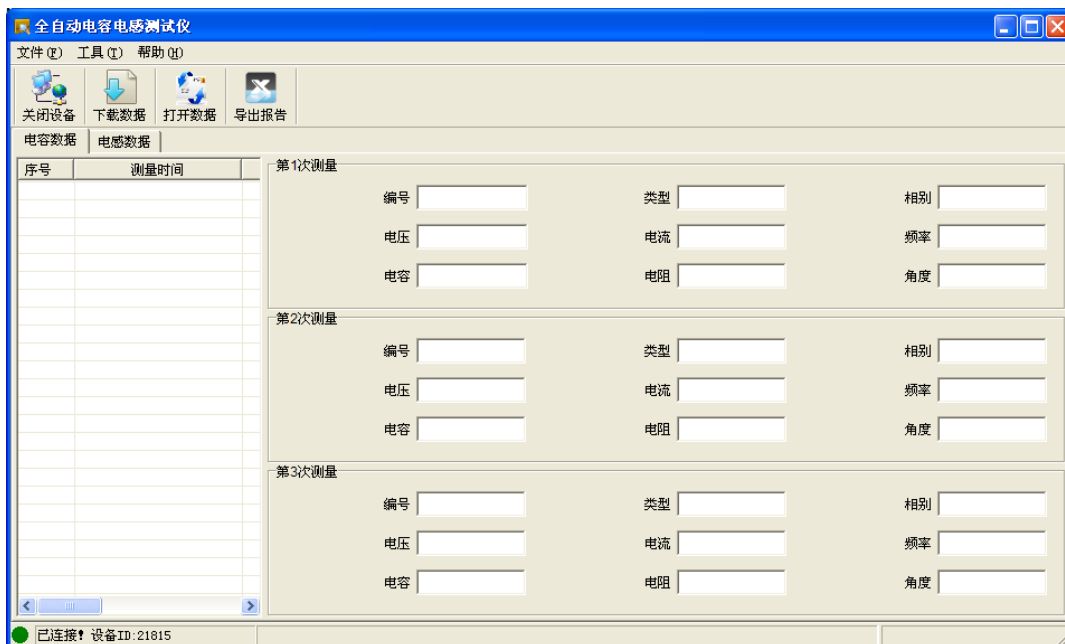

图 4.5 设备已连接
2. 点击“打开设备”，自动联机，界面左下方显示“已连接”，如图 4.5 所示。